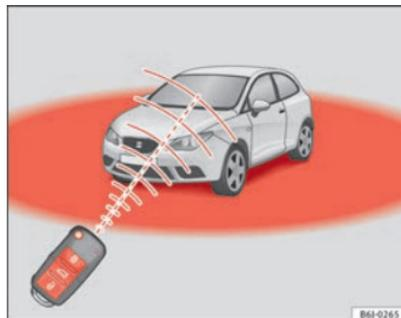

Fig. 46 Raggio d'azione del telecomando
Inoltre, la spia della pila della chiave  fig. 46, lampeggia.
- Il telecomando a radiofrequenza ha un campo d'azione limitato, al di fuori del quale il suo uso non produce effetto alcuno ⇒ fig. 46.